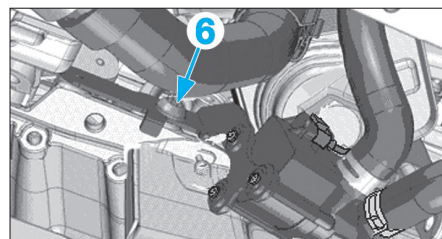

FIG. 34
- la vis de fixation (6), puis repousser la pompe additionnelle (Fig.34),